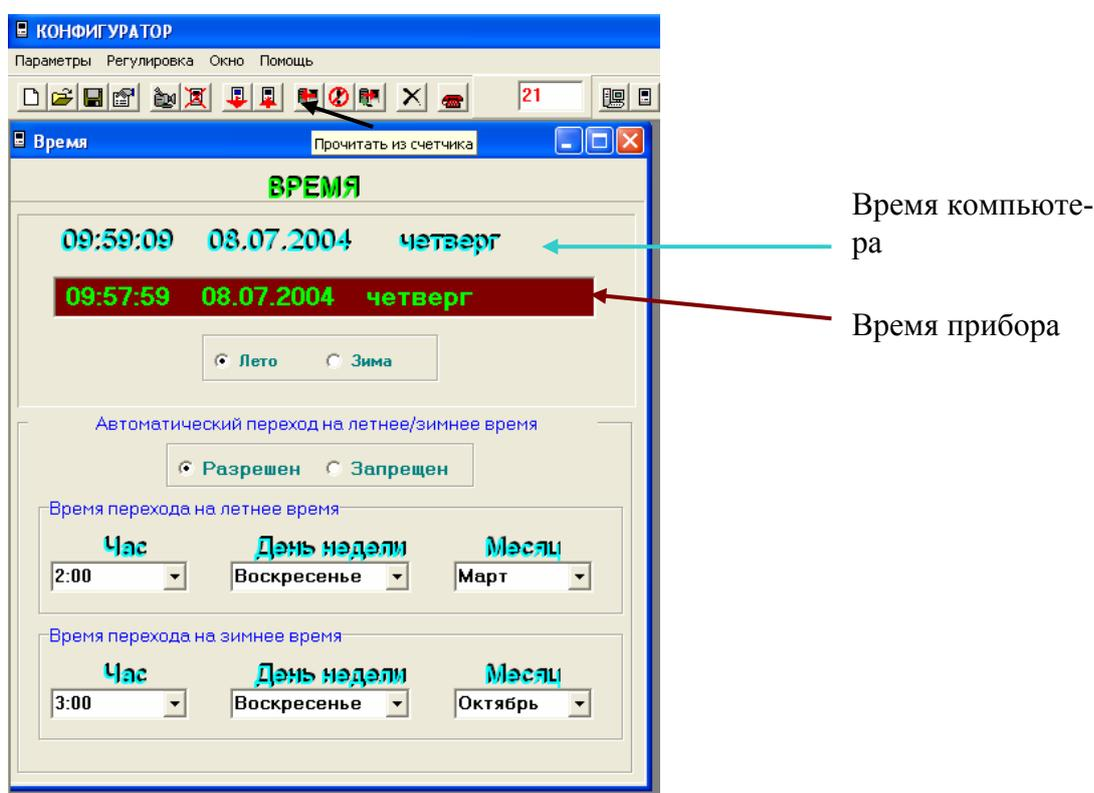

Рис.24
2. в случае успешного обмена, на экране монитора, в окне «Время» отобразятся текущее время компьютера и счетчика и параметры перевода сезонного времени, прочитанные из счетчика. (Рис.24);